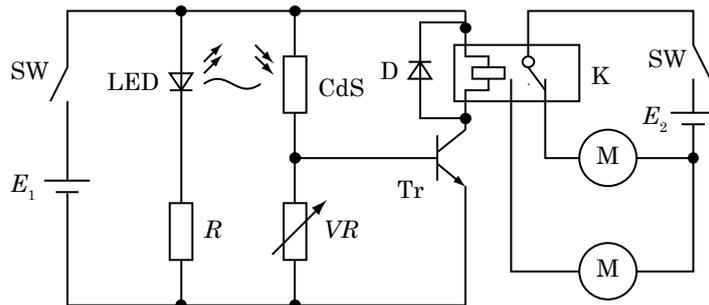

図 11 ライトレースカーの回路図
- (1) 図 11 がライトレースカーの回路図です (図 8 と同一)。